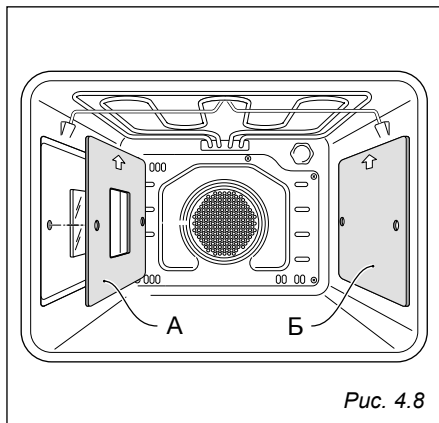

Рис. 4.8
- Каталитическая панель А с отверстием для боковой лампочки должна быть размещена на левой стороне стенки духового шкафа стрелкой вверх (рис. 4.8).